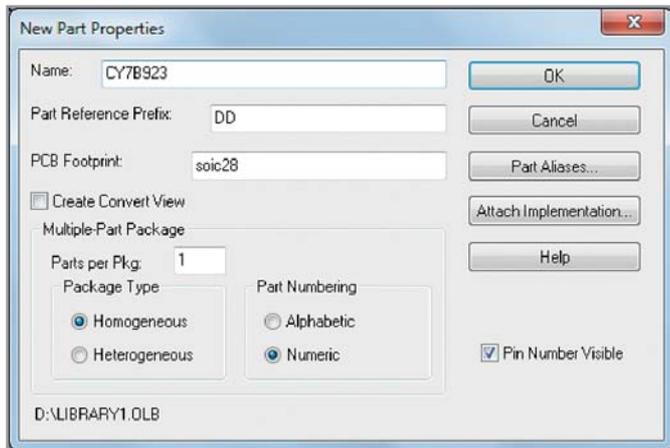

Рис. 2. Описание стандартных свойств компонента в окне New Part Properties
2. Программа предлагает ввести стандартные свойства компонента в появившемся окне *New Part Properties* (см. рис. 2).